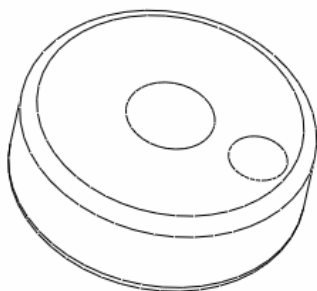

图 16-2
(1) 单击工具栏中的打开文件按钮 。
(2) 打开配书光盘中的文件“exeopen16.prt”，如图 16-2 所示。